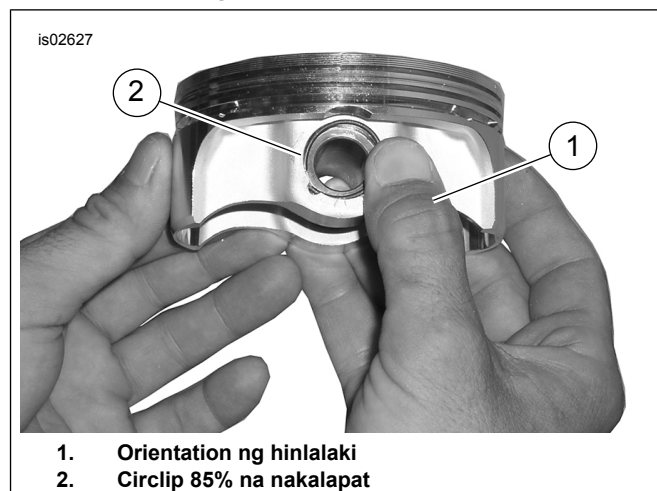

Figure 4. Ikabit ang Circlip
- Tingnan ang Figure 4 . Iposisyon ang iyong hinlalaki (1) tulad ng ipinakikita, at diinan nang mabuti hanggang humigit-kumulang sa 85% ng circlip (2) ang nakapasok na sa uka.